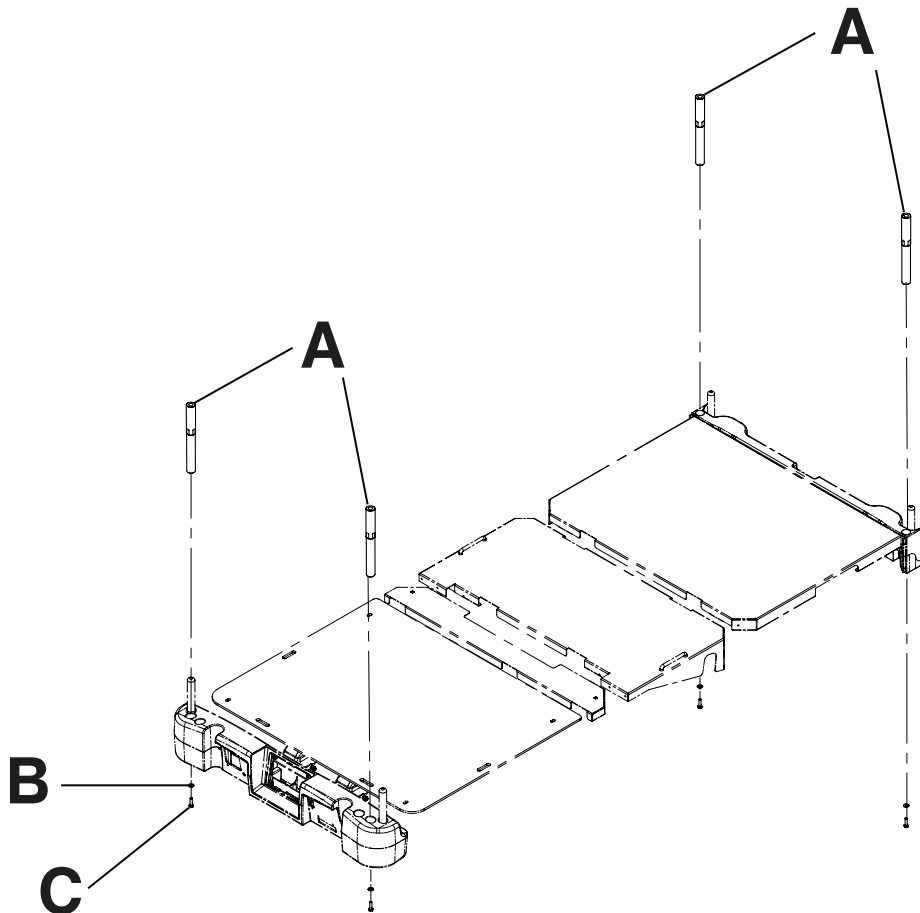

Figure 2-135 : Gainex de traction
1. Installer les gaines de traction dans les logements situés du côté tête et du côté pieds du produit (A) (Figure 2-135 à la page 2-124).
2. À l'aide d'une clé mixte de 7/16 po, installer une rondelle (B) et un boulon (C) pour fixer la gaine de traction dans le logement (Figure 2-135 à la page 2-124).